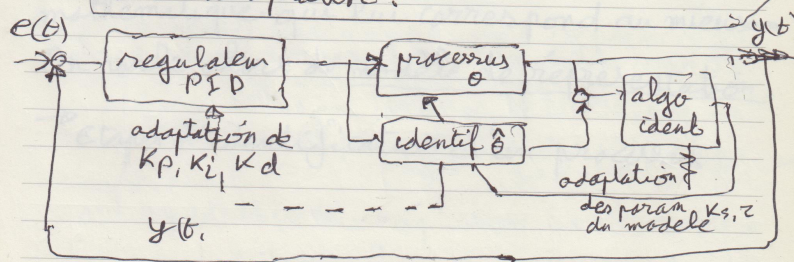

Fig 2-2: Schéma d'une commande adaptative
- Le schéma de Fig 2-2 est celui d'une identification numérique, ce schéma est valable pour une identification récurrente ou bien une identification non récurrente.